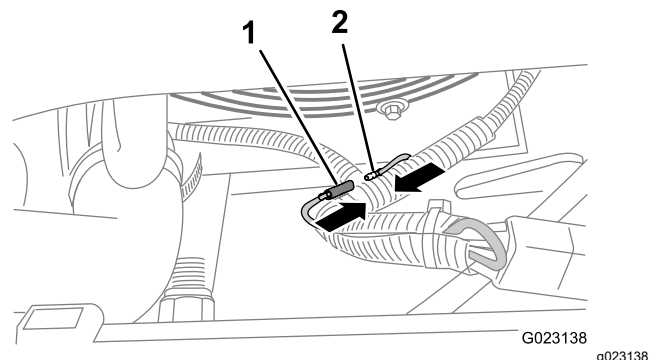

Figura 6
7. Retire o fio estilo bala do fio cinzento que sai do módulo de ignição do motor e instale o fio no conector na extremidade da cablagem do arranque por chave traseira que foi encaminhado para a frente (Figura 6).